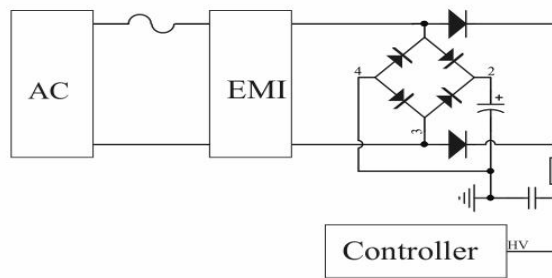

图 1 高压启动电路
DK8065 包含多功能高压 (HV) 引脚。为达到快速启动，内部集成了高压启动电路，可以快速启动电源同时能够有效降低待机功耗，如图 1 所示，能够快速准确监测输入电压，在输入掉电后，